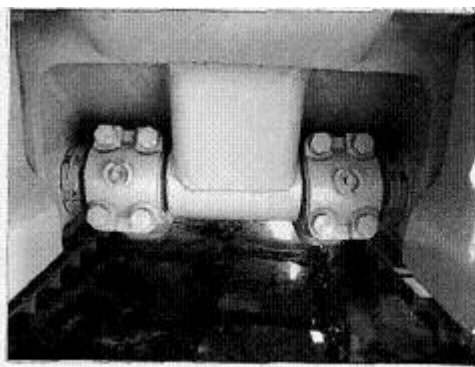

Рис. 34
- 1) диагональный раскос (2 точки) (Рис. 34)